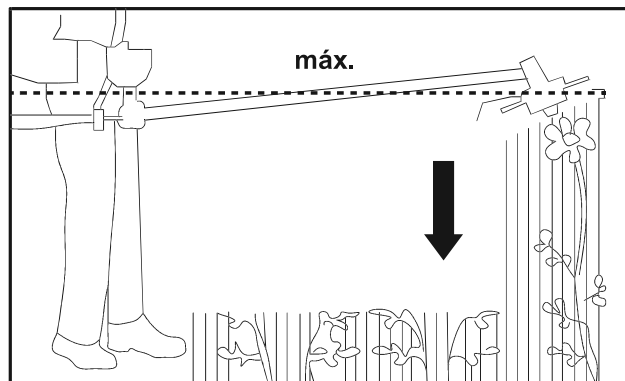

Fig. 32
4. Nunca segure a cabeça de corte numa posição mais elevada do que a sua anca (Fig. 32). Quanto mais elevada for a posição em que segura a cabeça de corte, maior será o risco de projeção de objetos.